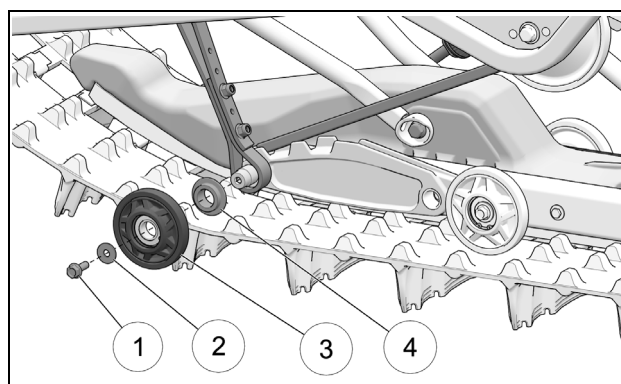

Figure 9
- Desserrer et retirer le boulon de fixation (1) et sa rondelle (2) de la roulette positionnée vis-à-vis de l'extrémité de la tige du ressort. Retirer la roulette (3) et la bague espaceur (4) de l'arbre de roue. Figure 9.